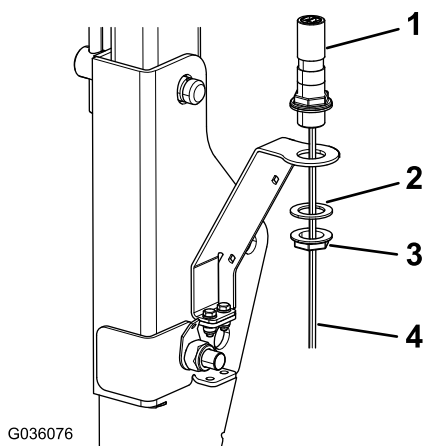

Figura 10
1. Instale la base de la baliza en el soporte de la baliza (Figura 10).